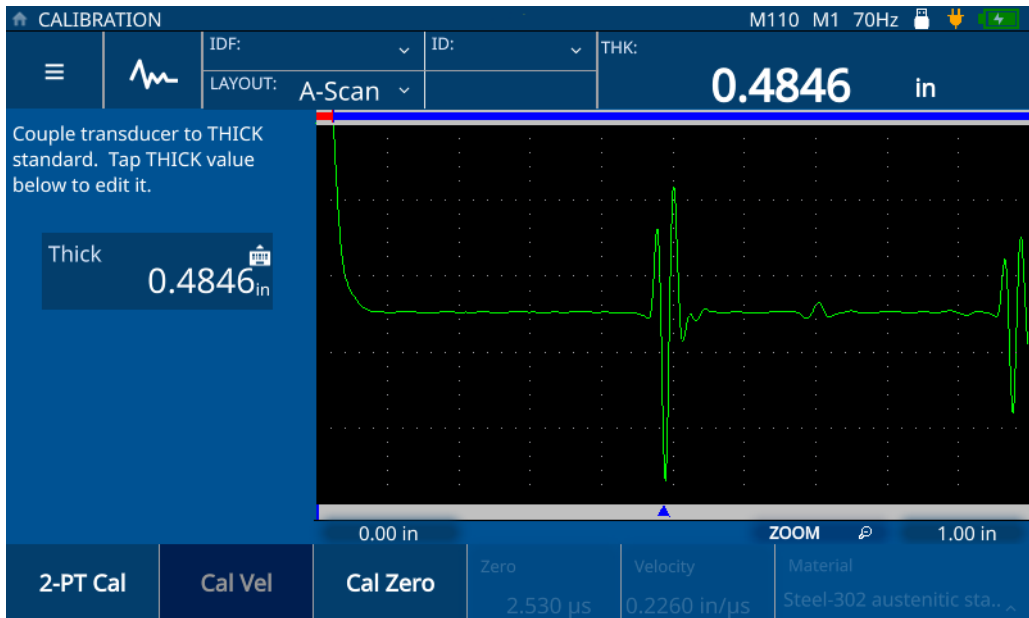

図 5-8 音速校正 (2-PT 校正)
4. 画面の校正手順の指示に従って、最大厚さが既知のサンプルに探触子をつなぎます（49 ページの図 5-8 参照）。